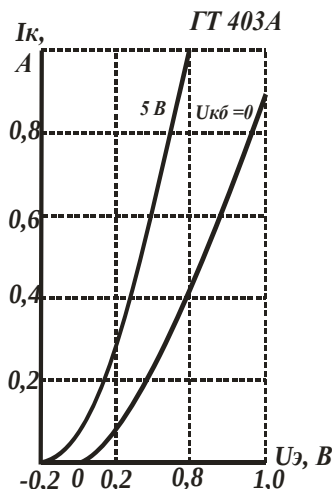

Рис. 4. 5
4.33. По входной характеристике транзистора ГТ403А в схеме с общей базой (рис. 4. 5) определить входное сопротивление переменному току, если известно, что ток эмиттера изменяется в пределах от 0,15 до 0,35 А.